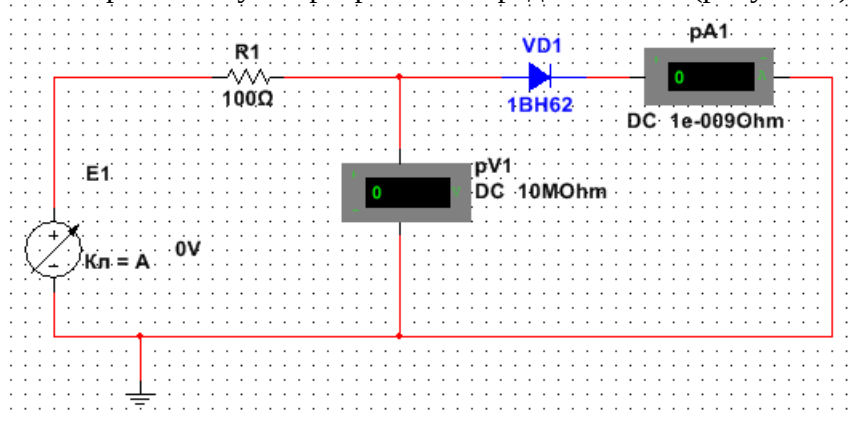

Рисунок 1- Схема исследования прямой ветви ВАХ выпрямительного диода
Приборы и материалы: Источник изменяющегося постоянного напряжения с максимальным значением $E1 = 1\text{В}$ (для схемы рисунок 1) $E1 = 200\text{В}$ (для схемы рисунок 2); резистор; диод; амперметр и вольтметр постоянного тока соединительные провода.
1.1. Собрать схему в программной среде Multisim (рисунок 1).